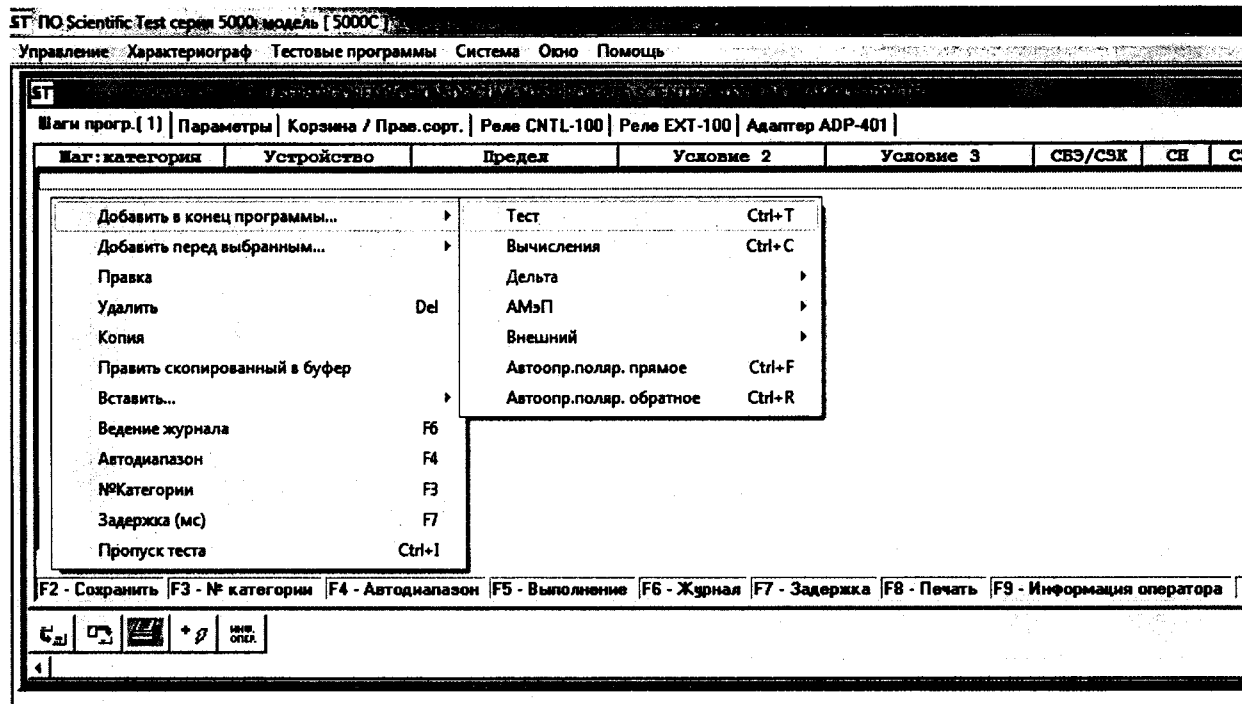

Рисунок 9 – Выбор пункта меню Добавить в конец программы... -> Тест.
г) В появившемся окне (рисунок 9) в любой свободной области нажмите правую кнопку мыши, выберите пункт контекстного меню Добавить в конец программы... -> Тест.
- г) В появившемся окне (рисунок 9) в любой свободной области нажмите правую кнопку мыши, выберите пункт контекстного меню Добавить в конец программы... -> Тест.